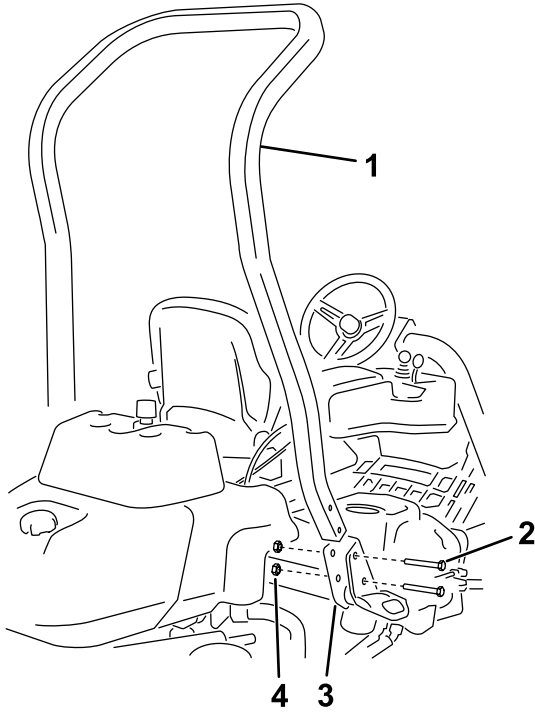

图 3
3. 如 图 3 所示用 4 个螺栓 $\frac{1}{2} \times 3\frac{3}{4}$ 英寸和 4 个凸缘螺母 $\frac{1}{2}$ 英寸将翻车保护杆安装到机器两侧的 ROPS 支架上。